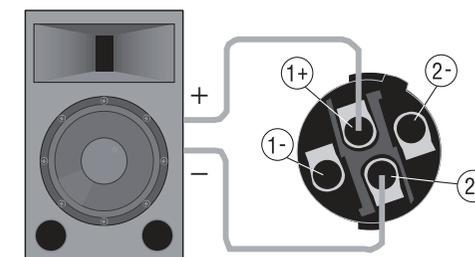

図 2.14 ブリッジモノモードでのスピコン出力端子上段のピン配置
- ・スピコンを使用してスピーカーと接続する場合、上段のスピコン端子を使用してスピーカーと接続してください (表 3、図 2.14)。